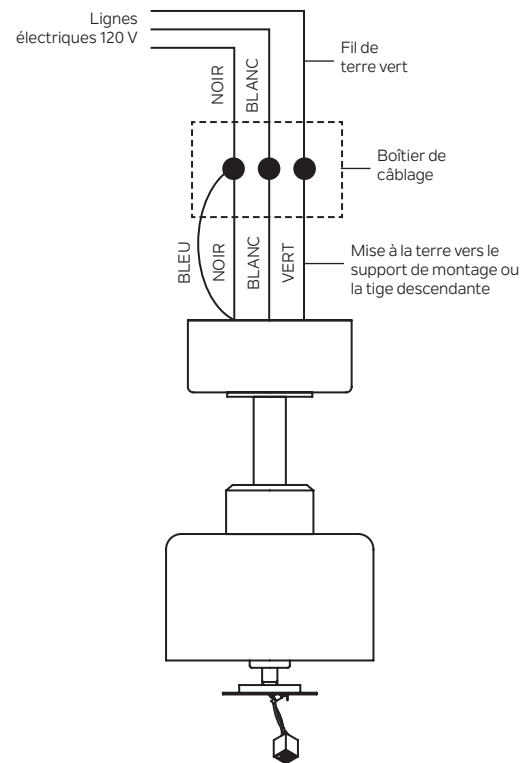

Fig. 12
Étape 1. Raccordez le fil d'alimentation du ventilateur (noir) et le fil d'alimentation (bleu) du ventilateur au fil d'alimentation domestique noir comme illustré à la Figure 12.